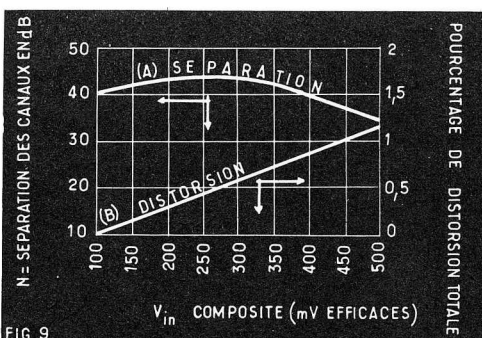
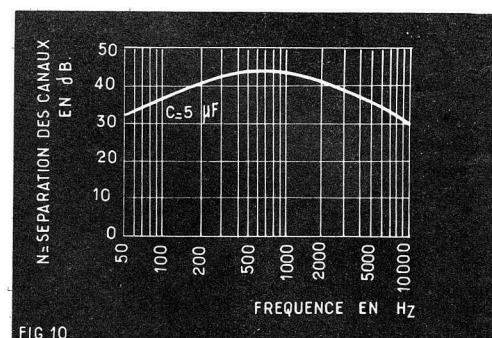

FIG. 9
FIG. 10
On voit sur la courbe A de la figure 9 que N varie entre 40 et 35 dB en passant par un maximum de 43,5 dB, lorsque V_{in} varie de 100 à 500 mV efficaces, la fréquence du signal étant 1 000 Hz. Une variation de 25° à 55°C de température fait varier de quelques décibels la valeur de N. Lorsque la tension V_{in} est constante et la fréquence variable on obtient la courbe de la figure 10 ou N passe par un maximum $N = 44$ dB à $f = 800$ Hz environ. A 50 Hz et 10 000 Hz, N est de 31 dB environ.
La distorsion harmonique totale D varie aussi avec l'amplitude du signal d'entrée. La courbe (B) de la figure 9 donne D en % en fonction de la tension d'entrée V_{in} appliquée au décodeur multiplex au point 3.